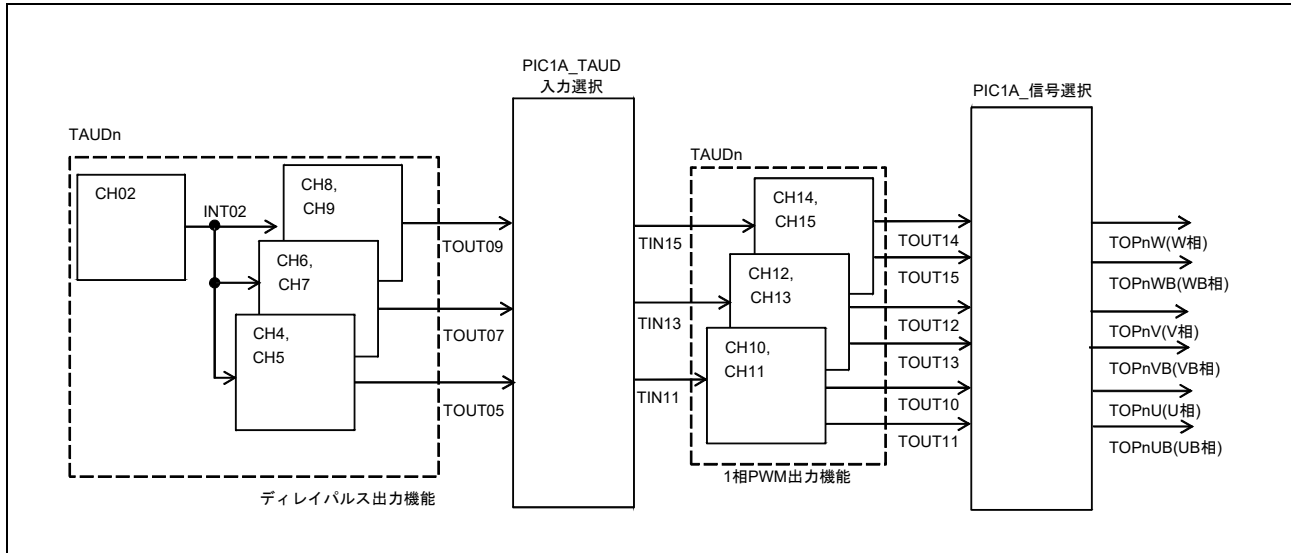

図 29.16 デッドタイム付きディレイパルス出力機能 ブロック図
TOUT05 を TIN11 として出力するための設定値 (図 29.16 ①)
出力 TOUT10,11 を TOPnU,UB として出力するための設定値 (図 29.16 ④)
TOUT07 を TIN13 として出力するための設定値 (図 29.16 ②)
出力 TOUT12,13 を TOPnV,VB として出力するための設定値 (図 29.16 ④)
TOUT09 を TIN15 として出力するための設定値 (図 29.16 ③)
出力 TOUT14,15 を TOPnW,WB として出力するための設定値 (図 29.16 ④)